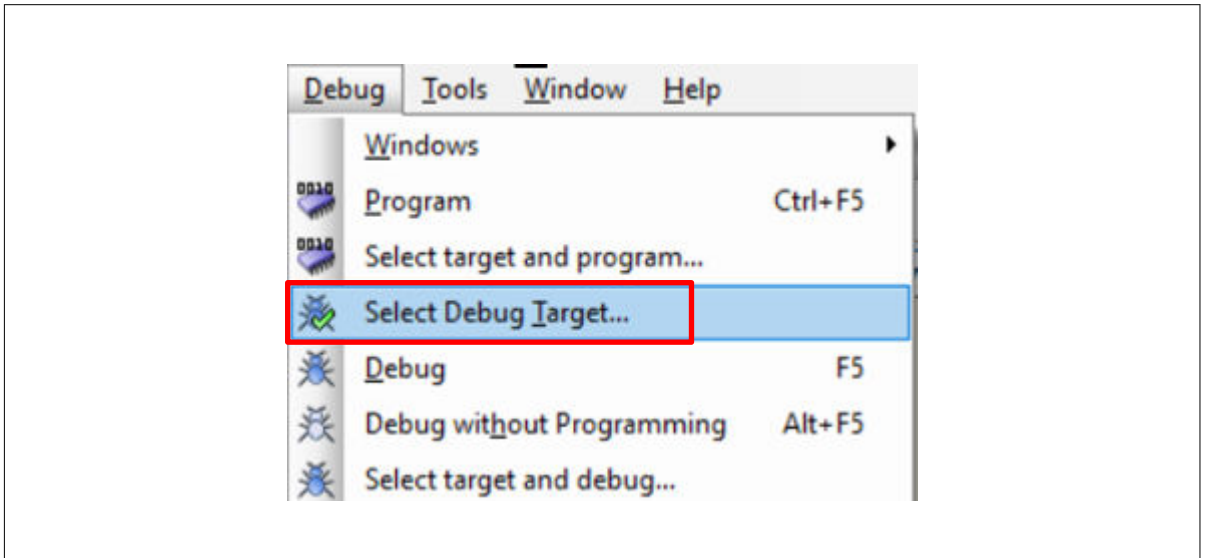

図 48 デバッグ ターゲットの選択
- 図 48 に示すように、PSOC™ Creator メニューから、**Debug > Select Debug Target** を選択してください。